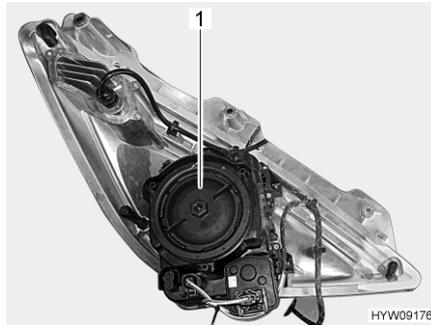

Fig. 161 Phare avant (côté arrière)
- Tourner le couvercle du boîtier (Fig. 161,1) dans le sens inverse des aiguilles d'une montre et le retirer.
- Poser le couvercle du boîtier (Fig. 161,1) et bien le visser dans le sens des aiguilles d'une montre.